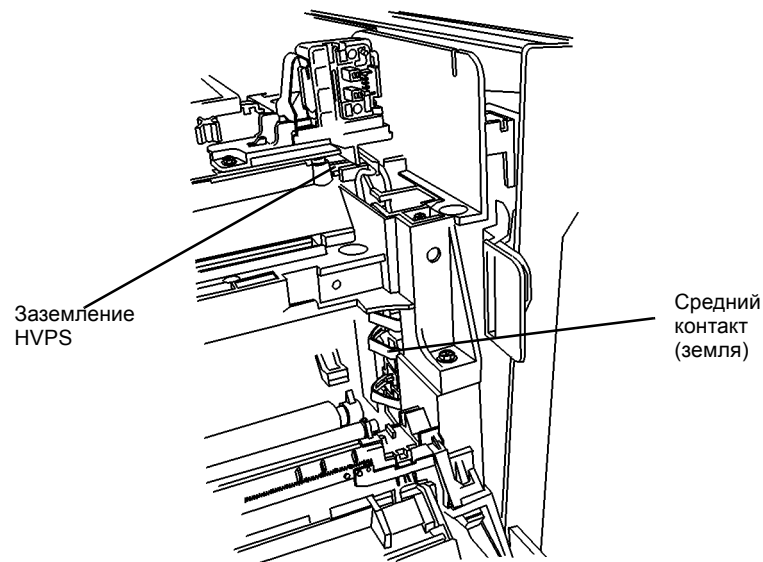

Рисунок 4 Заземление HVPS и коротрона переноса/отделения
- b. Подсоедините красный щуп мультиметра к земле HVPS (Рисунок 4). Если сопротивление меньше 5 Ом, переходите к шагу с. Если сопротивление больше 5 Ом, проверьте установку HVPS (REP 1.5) и соединение HVPS с землей.
- c. Подсоедините красный щуп мультиметра к среднему контакту (земля) коротрона переноса/отделения (Рисунок 4). Если сопротивление меньше 5 Ом, переходите к шагу 4. Если сопротивление больше 5 Ом, проверьте установку контактного блока коротрона (PL 1.2).